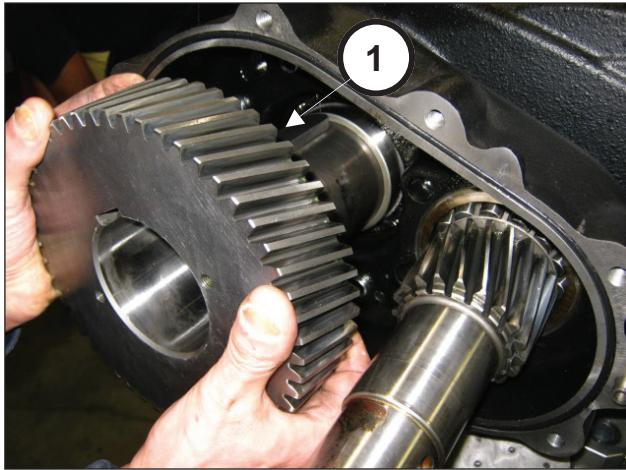
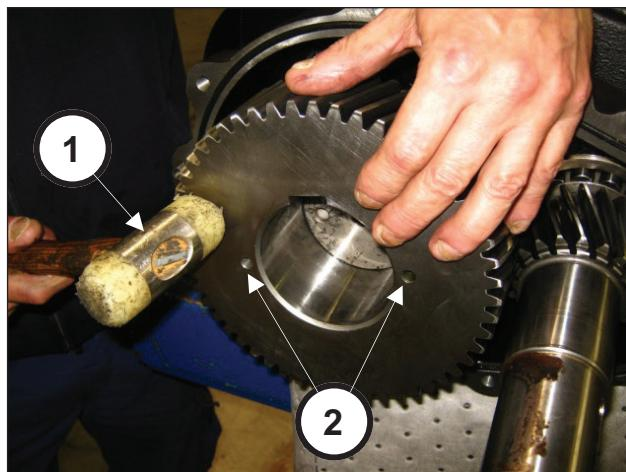

Fig. 79
Fig. 80
Monter la couronne sur l'arbre (rep. ①, Fig. 79) jusqu'en butée à l'aide d'un maillet à embouts plastiques (rep. ①, Fig. 80).
Monter la couronne en s'assurant que les deux trous M8 (à utiliser pour l'extraction) sont orientés vers l'extérieur de la pompe (rep. ②, Fig. 80).